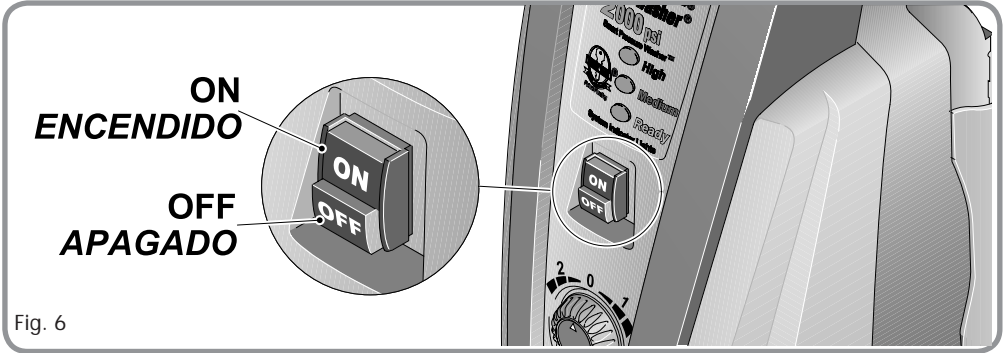

Fig. 6
6. Depress the ON button (Fig.6 - page 16). Note that the motor will momentarily start then stop. The green "Ready" light should be illuminated (Fig.4).
6. Pulse el botón ON (Fig.6-pág.16). Recuerde que el motor se encenderá momentáneamente y, a continuación, se detendrá. La luz verde "Listo" (Ready) se encenderá (Fig.4).